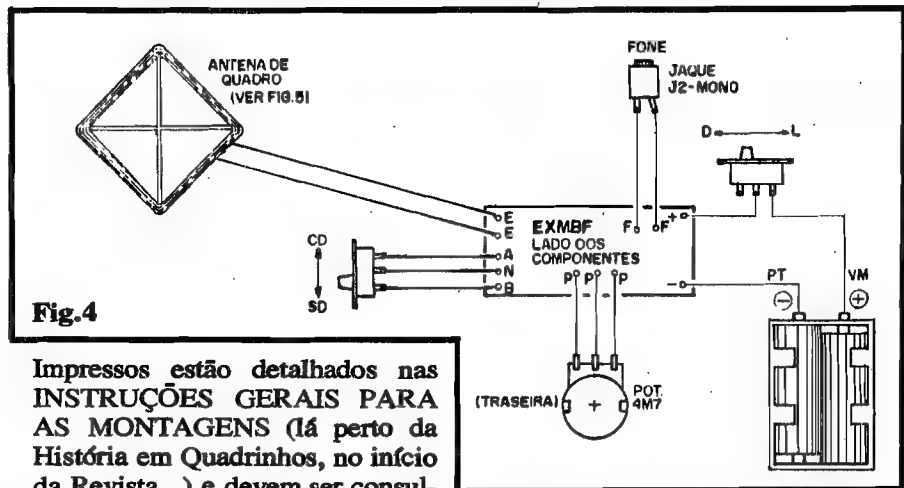

Fig.4
- FIG. 4 - CONEXÕES EXTERNAS À PLACA - A figura mostra ainda a plaquinha pela sua face não cobreada (só que agora não
padronizada ou mesmo "aproveitada", com sua parte frontal ocupada pelos controles (potenciômetro e chaves) e jaque para o fone de ouvido. Na traseira do **container** podem ficar os contatos para Entrada do sinal sensorado (E-E), talvez na forma de um par de conectores parafusáveis tipo "Sindal", ou mesmo através de um jaque universal. Conforme se vê da fig. 4, o par de pilhas pequenas no suporte, a plaquinha e a restante parafernália formam um conjunto bastante compacto, permitindo o uso de uma caixinha de dimensões bem "portáteis"... Infelizmente, o sistema de captação (antena de quadro ou geo-sensor) não tem como ser "reduzido" ou portabilizado, por questões óbvias...